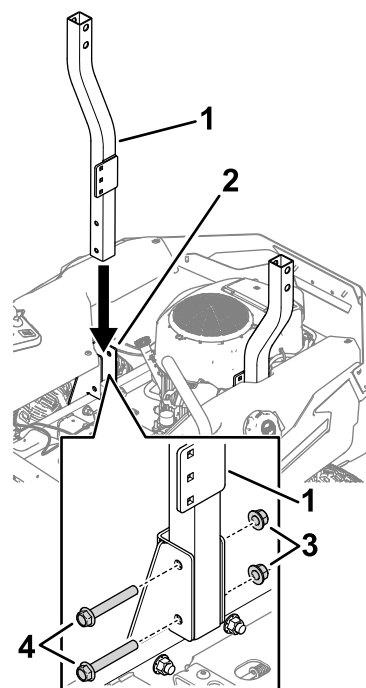

Figura 6
2. Baje un tubo inferior de la barra antivuelco en el soporte del ROPS y sujételo con 2 pernos de cabeza hexagonal ($\frac{1}{2}$ " \times $3\frac{1}{2}$ " y 2 contratuercas ($\frac{1}{2}$ "), como se muestra en la Figura 6. Repita el procedimiento en el otro lado.